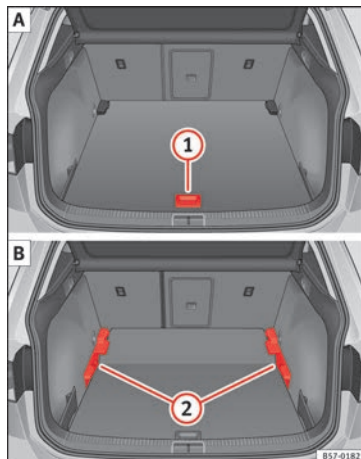

Fig. 169 Plancher de coffre à bagages modulable : A position haute ; B position basse.
- Pour passer de la position basse en position haute, relevez le plancher avec la poignée » fig. 169 (1), tirez-le vers l'arrière jusqu'à ce que la partie avant du plancher dépasse complètement les supports (2).
- Déplacez le plancher vers l'avant sur ces derniers jusqu'à ce qu'il bute contre le dossier de la banquette arrière et ensuite, abaissez le plancher avec la poignée (1).
- Pour passer de la position haute en position basse, relevez le plancher avec la poignée » fig. 169 (1), tirez-le vers l'arrière jusqu'à ce que la partie avant du plancher dépasse complètement les supports (2).
- Avec le plancher modulable en position haute, relevez celui-ci à l'aide de la poignée » fig. 169 (1), tirez-le et poussez-le jusqu'au dossier de la banquette arrière jusqu'à ce qu'il se plie au niveau de la charnière et que sa partie mobile repose contre le dossier.
- Pour passer de la position haute en position basse, relevez le plancher modulable avec la poignée » fig. 169 (1) et tirez-le légèrement vers l'arrière.
- Poussez le plancher modulable en direction des sièges arrière rabattus à l'aide de la poignée (1) en appuyant légèrement dessus de manière à ce que la partie mobile du plancher soit au même niveau que le dossier des sièges arrière.